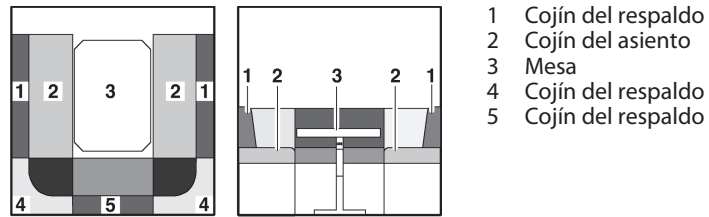

Fig. 128 Antes de la transformación
- Transformar la mesa (Fig. 128,3) en base de cama (véase apartado 7.8).